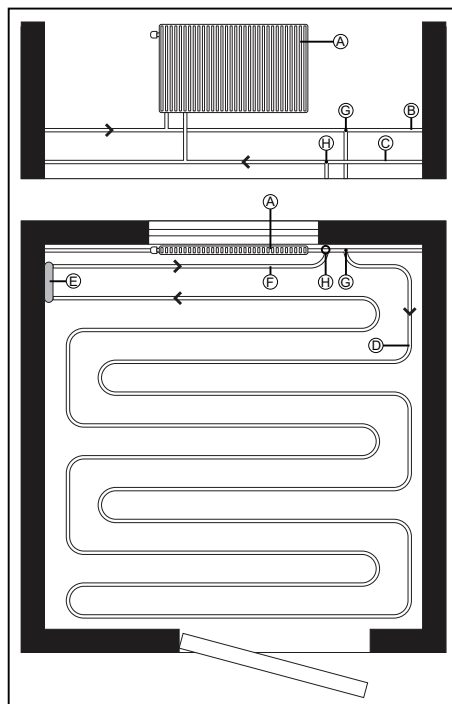

Bild 4. Principskiss för rördragning.
- Eftersom det kan bli stor temperaturskillnad mellan golvvärmekretsens början och slut ska golvvärmerören monteras i s.k. "dubbel-slinga" med ett c/c-avstånd på 150 mm. För att underlätta förläggningen av golvvärmeslingan bör en skiss över slingan och rummet göras, enligt exempel i "Bild 4." (observera flödesriktningen som anges av pilarna).
- Spänn sedan fast röret med kopplingen på minikretsventilens retur (8). Drag åt ordentligt med skiftnyckel.
- Dra röret den kortaste vägen till den tidigare bestämda anslutningspunkten för radiatorkretsens returledning (se "Bild 4." punkt (F)). Kapa röret med tillräcklig kapmån för inkopplingen mot det befintliga värmesystemet, inkopplingen bör utföras av fackman. Röret ska kapas med rörsax eller mattkniv. Observera att snittet ska vara vinkelrätt och snittytan ren och slät.
- Spänn sedan fast röret med kopplingen på minikretsventilens tillopp (5). Drag åt ordentligt med skiftnyckel.
Trampa ned röret i golvvärmeleden och lägg slingan i s.k. "dubbel-slinga", enligt principskissen ("Bild 4."). När installationen är klar ska c/c-avståndet mellan rören vara 150 mm.
När hela golvytan är täckt med golvvärmerör (max 35 m rör) ska röret kapas med tillräcklig kapmån för inkoppling mot det befintliga värmesystemets tillopp (se "Bild 4." punkt (G)). Inkoppling bör utföras av fackman.